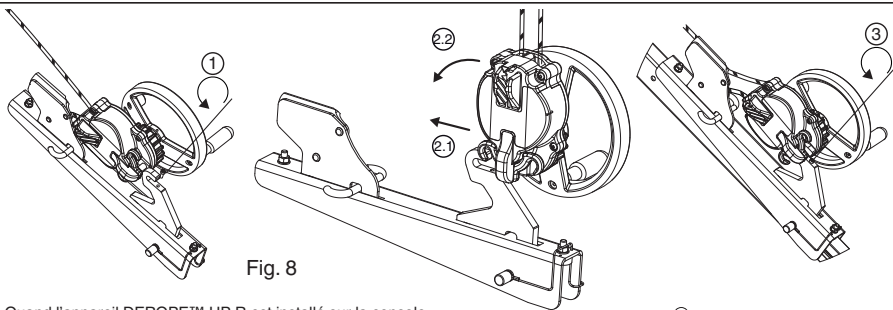

Fig. 8
6.3.4 Appareil DEROPE™ UP R (Fig. 8, 9 et 10)
L'appareil DEROPE™ UP R doit être fixé sur la jambe du trépid TRACPODE™ de Tractel® comme indiqué sur la fig.8. Toute autre fixation en un autre point du trépid TRACPODE™ de Tractel® est interdite.
2. Mettre en place l'appareil DEROPE™ UP R sur le crochet d'accrochage (fig.8, 2.1 – 2.2).
3. Revisser la vis de blocage afin d'empêcher l'appareil de se désolidariser de sa console (fig.8, 3) et vérifier qu'elle est bien mise en place et serrée.